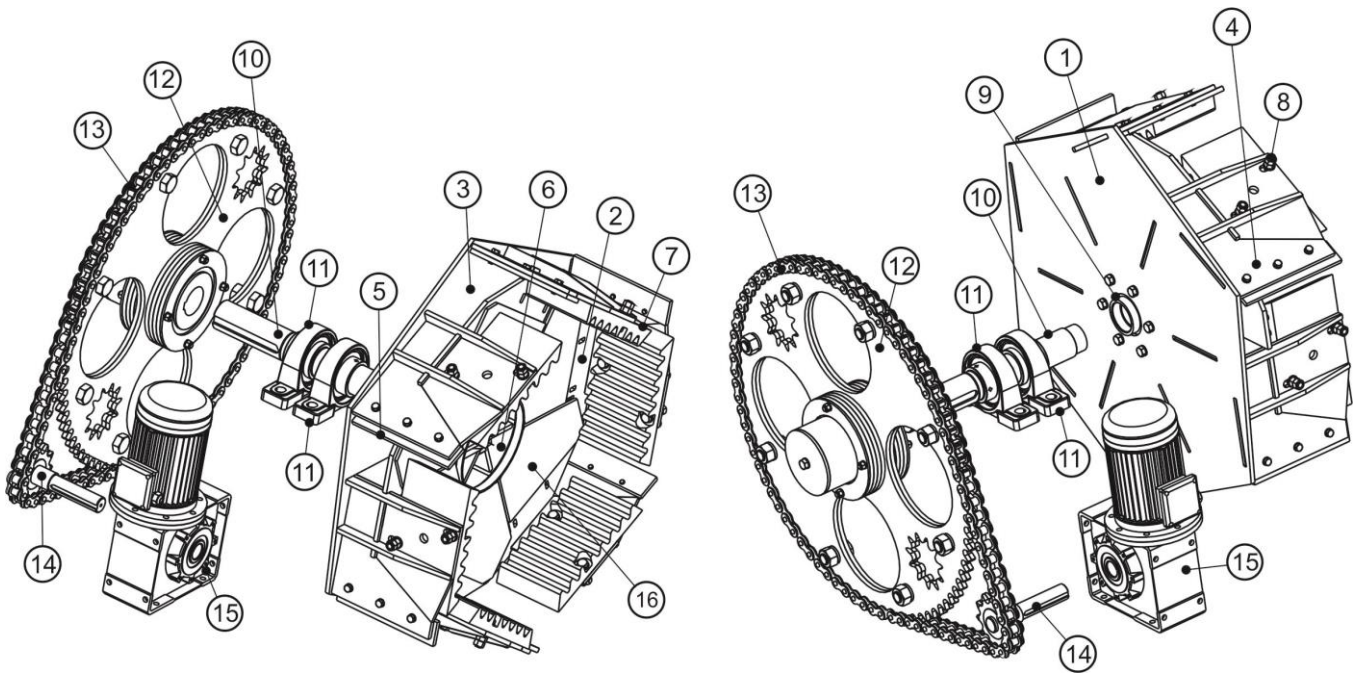

Рис.6
Элеватор и его привод (Рис.6) состоят из: задней шестигранной стенки (1), лобовой стенки (2), образующих направляющие каналы (3), зачерпывающих лопаток (4) с защитными пластинами (5), центральной розетки (6), рифленых отражательных плит (7) и болтов их крепления (8), сварной резьбовой втулки (9), приводного вала (10), подшипниковых опор УСП-216 (11), большой звездочки (12), пластинчатой цепи (13), малой звездочки (14), мотор-редуктора (15), сегментов брони лобовой стенки (16).